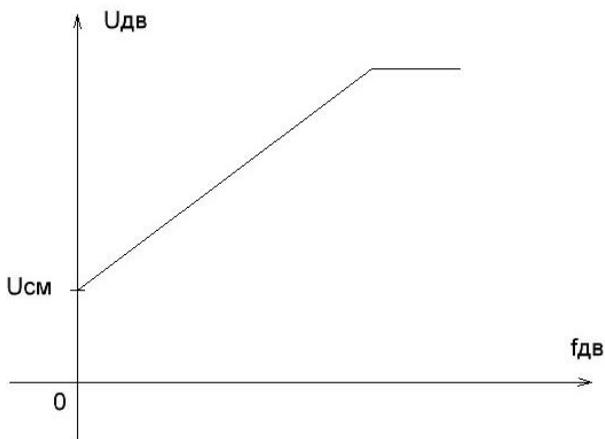

Рисунок 19 – Статическая вольт-герцовая характеристика закона управления электродвигателем
2.03.2 – граничная частота форсировки магнитного потока, в которой оканчивается форсированный режим работы преобразователя и наступает непрерывная линейная зависимость $U_{дв}/f_{дв}=\text{const}$ (Рисунок 19);